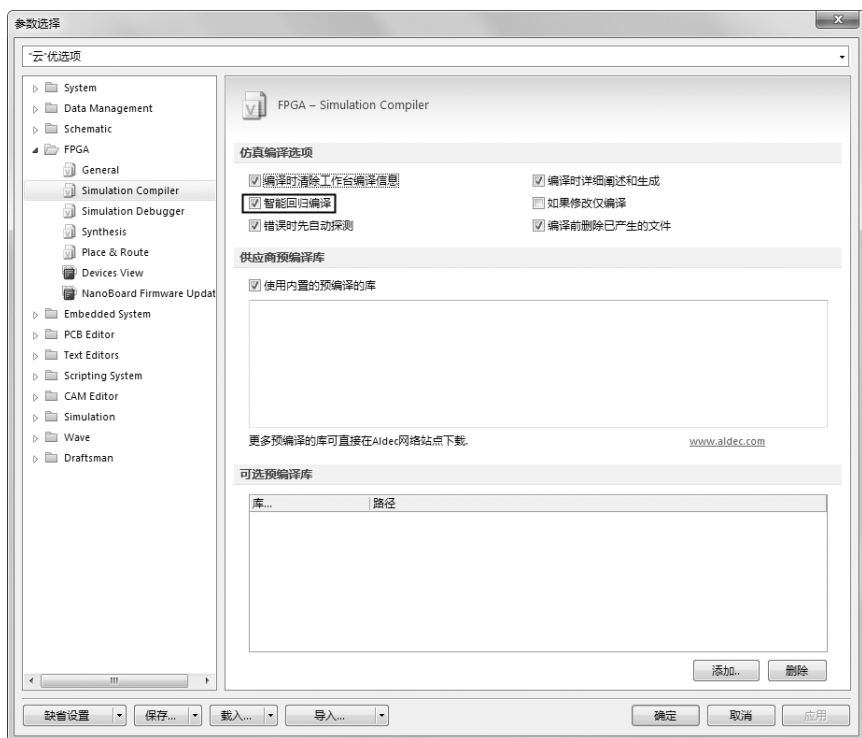

图 14-21 “Simulation Compiler”（仿真编译器）选项卡
(2) 选择菜单栏中的“工具”→“FPGA 参数”命令，弹出“参数选择”对话框，单击该对话框中的“Simulation Compiler”（仿真编译器）标签，打开“Simulation Compiler（仿真编译器）”选项卡，如图 14-21 所示。